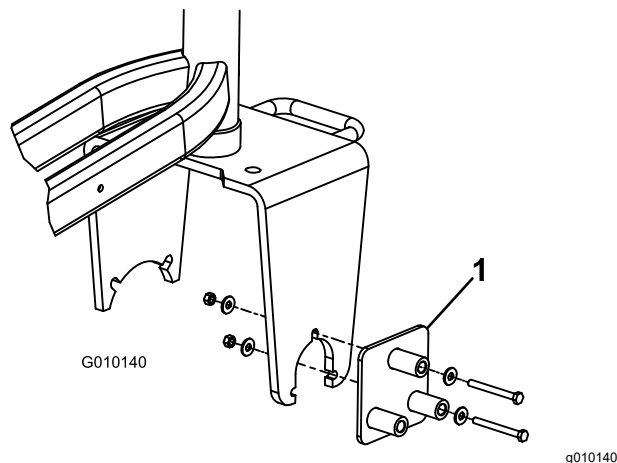

Figura 1
1. Monte o guia de perfuração no lado esquerdo da forquilha da roda giratória com 2 parafusos (5/16 pol. x 3 pol.), 4 anilhas e porcas (3/8 x 7/8 pol.). Coloque os componentes como indicado em Figura 1.